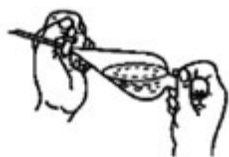

图4
(3) 放气:将分液漏斗的瓶身倾斜,导管朝上,左手握住旋塞,用拇指和食指旋开旋塞放气(见图4)。
(4) 分液:
①操作的规范表述:将分液漏斗口上的玻璃